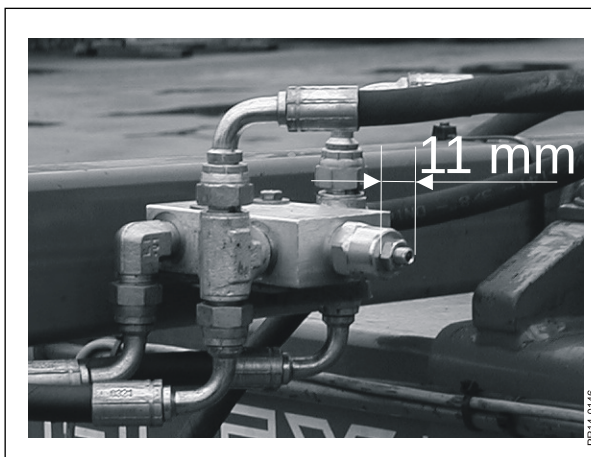

Fig. 2-10
- Fig. 2-10 3) Collectoren sænkes ned i aktiv position, hvorved en ventil sikrer at båndet automatisk begynder at rotere. Hvis den ikke begynder at rotere eller begynder den at rotere for tidligt, skal man kontrollere ventilens indstilling. Den skal stå på cirka 11 mm.